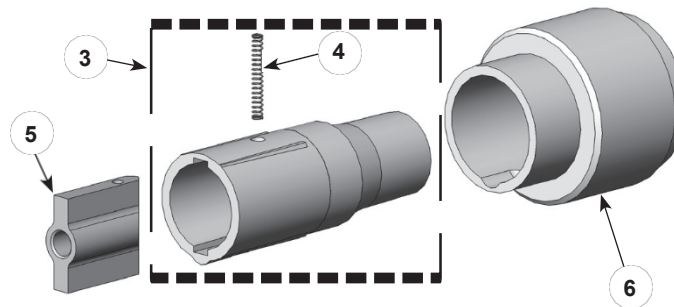

Figura 7-3 Assieme supporto elettrodo SD
B. Fare riferimento alla Figura 7-3 e all'elenco dei componenti per la riparazione del kit opzionale del gruppo di supporto elettrodo SD.